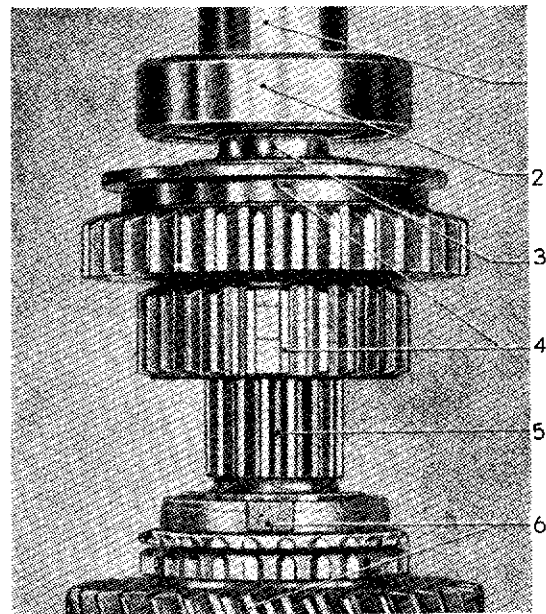

Fig. 45. — Remontage de l'arbre secondaire
- Monter le moyeu de 1^{re}, le baladeur 4 (fig. 45), la bague de retenue et le roulement sur l'arbre secondaire (voir empilement des pièces à la fig. 45).